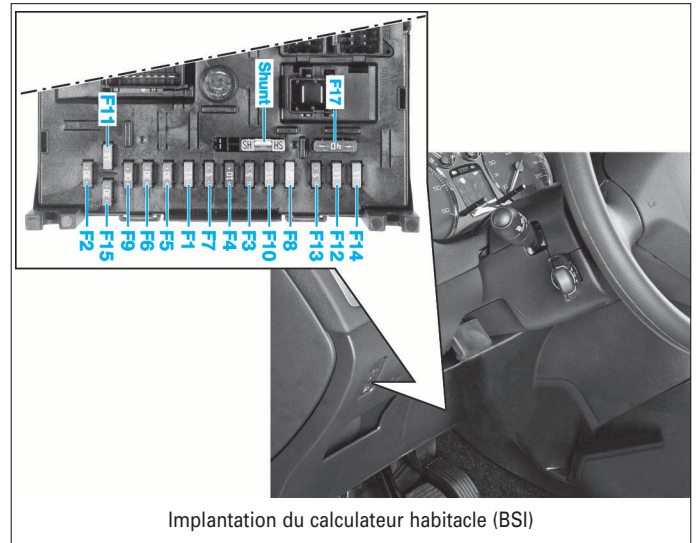
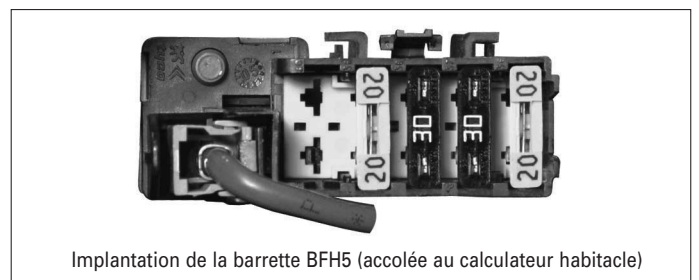

FIG. 3
FIG. 4
- dans l'habitacle, derrière le vide-poche à gauche du volant, sur le calculateur d'habitacle (BSI) (Fig.3) et également sur une barrette accolée (BFH5) (Fig.4) (montage volant).